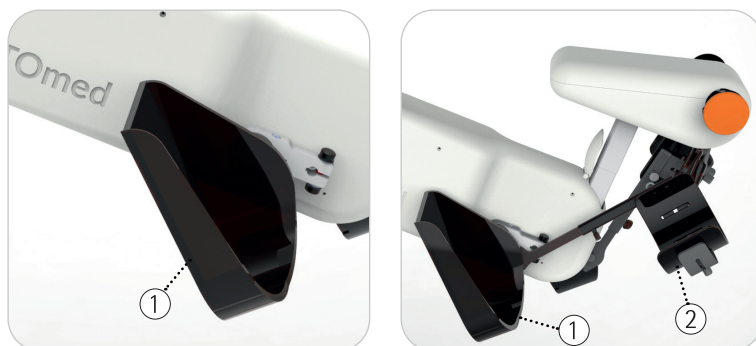

Fig. 4.31, 4.32
veja Fig. 4.31, 4.32 Coloque os pés nos pedais de segurança ① e, se instalados, também nos apoios para a panturrilha ② do *guia para a perna »TrainCare«*. Prenda os pés nos pedais de segurança e as panturrilhas nos apoios para a panturrilha por meio das tiras de fixação. Observe que as articulações do joelho do utilizador devem sempre estar levemente dobradas durante o treinamento (com a maior distância entre o pedal de segurança e o utilizador).